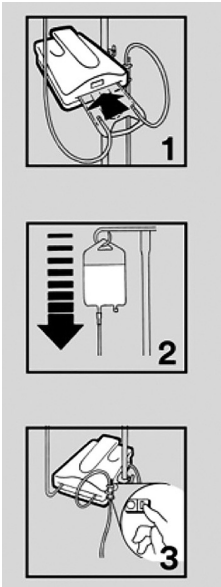

Figura 4
- 2. Far scorrere la cassetta di irrigazione nella fessura dell'unità riscaldante. La cassetta può essere inserita nel dispositivo in una sola direzione (Vedere Figura 4, n.1).
- 3. Riempire il set riscaldante. Per maggiori informazioni sul riempimento del set, consultare le istruzioni fornite con i set riscaldanti (vedere Figura 4, n.2).
- 4. Collegare il cavo di alimentazione a una presa appropriata. Accendere l'unità (vedere Figura 4, n.3). In pochi secondi il display alfanumerico si illuminerà. Per riscaldare alla temperatura di riferimento di 41°C occorrono meno di 2 minuti.